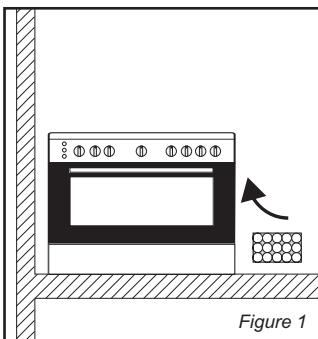

Figure 1
- Les gaz brûlés de la cuisinière doivent être directement évacués à l'extérieur, par une porte ou via une hotte reliée à une cheminée (Figure 1) S'il est impossible d'installer une hotte, il convient d'installer une ventilation électrique sur le mur ou la fenêtre donnant sur l'extérieur (Figure 2) L'extracteur doit assurer le renouvellement de l'air de la cuisine 3 à 5 fois par heure.